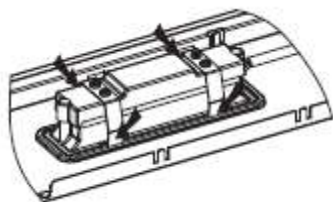
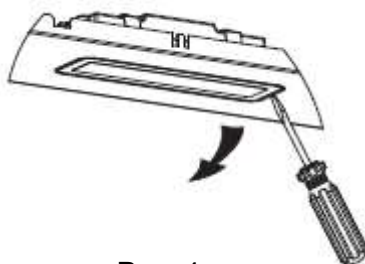

Рис. 3.
Рис. 4.
- Способ 1. Вручную или с помощью инструмента отожмите уши с обеих сторон блока подсветки, пока блок не отождится наружу. См. рис. 3. Затем слегка вытащите провод. См. рис. 4.
- Способ 2. Подденьте плоской отверткой блок подсветки, см. рис. 5, затем слегка вытащите провод, см. рис. 4.